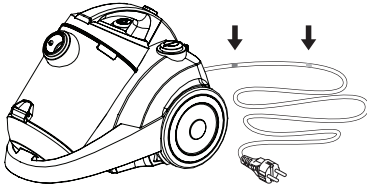

Abbildung 4
5. Das Kabel hat eine gelbe und eine rote Markierung, siehe Abbildung 4. Ziehen Sie das Kabel bis zur gelben Markierung heraus.